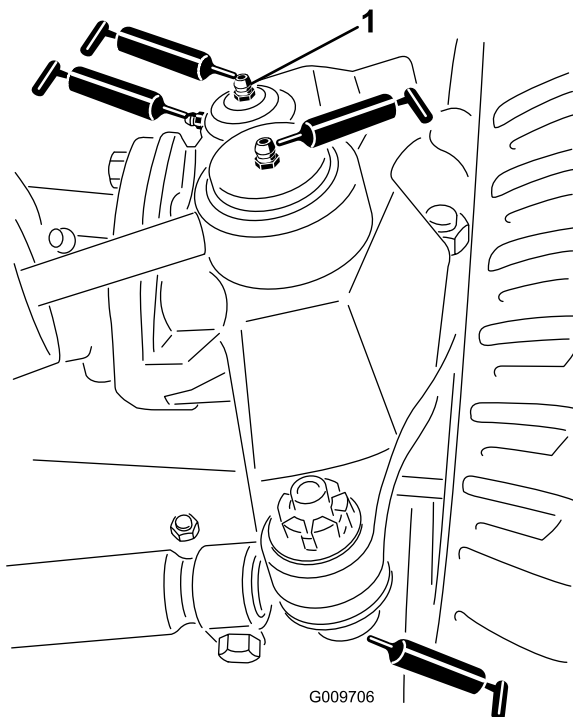

Figure 48
- Rotules de vérin de direction (2) (Figure 48)
- Rotules de biellettes (2) (Figure 48)
- Bagues de pivots de fusées (2) (Figure 48). **Le graisseur supérieur du pivot de fusée ne doit être lubrifié qu'une fois par an (2 injections de graisse).**